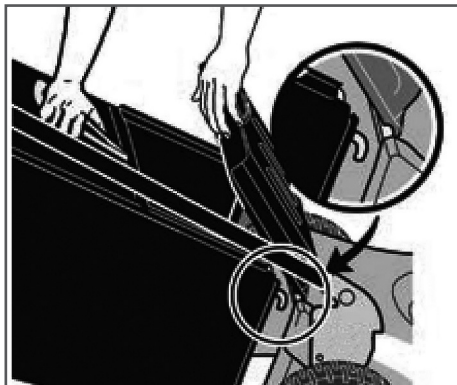

Рис. 6. Установка травосборника
6. Установите травосборник. Для этого поднимите заднюю крышку корпуса скарификатора, зацепите крючки травосборника за ось крышки, после чего отпустите травосборник и заднюю крышку корпуса скарификатора (Рис. 6).